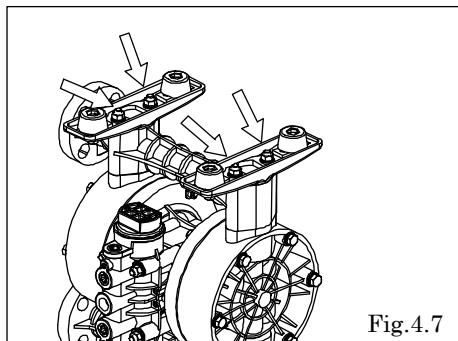

Fig.4.7
- ・タイロッド4本を引抜き、ベース、インマニホールドを取り外す。[Fig.4.7]